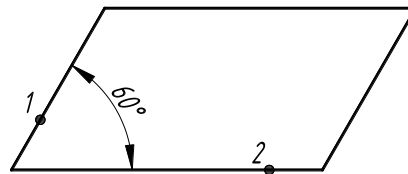

Рис. 3.21
Второй отрезок: укажите точку (2) на другой стороне угла, (рис. 3.21).